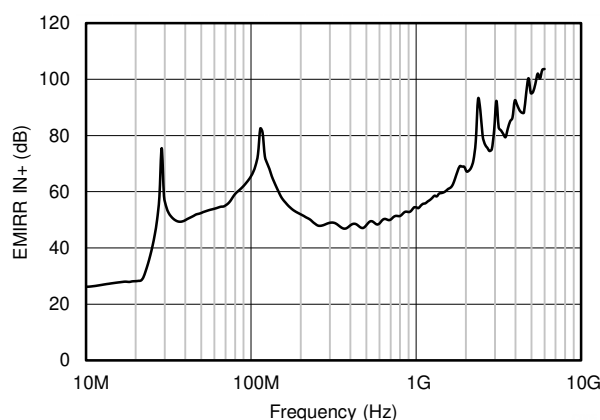

图 8-2. EMIRR 测试
OPAx189 使用集成电磁干扰 (EMI) 滤波来降低干扰源 (如无线通信设备以及混合使用模拟信号链和数字组件的高密度电路板) 产生的 EMI 干扰。利用电路设计技术可以提高 EMI 抗扰度; OPAx189 从这些设计改进中受益。德州仪器 (TI) 已经开发出在 10MHz 至 6GHz 扩展宽频谱范围内准确测量和量化运算放大器抗扰度的功能。图 8-2 显示了对 OPAx189 执行此测试的结果。表 8-1 列出了 OPAx189 在实际应用中常见特定频率下的 EMIRR IN+ 值。表 8-1 中列出的应用可在下图所示的特定频率或其近似频率下运行。有关详细信息也可参阅 运算放大器的 EMI 抑制比应用报告, 可从 www.ti.com 下载此报告。
OPAx189 的 EMIRR +IN 与频率间的关系图如图 8-2 所示。任何双路和四路运算放大器器件版本（如果可用）具有几乎相似的 EMIRR +IN 性能。OPAx189 单位增益带宽为 14MHz。低于该频率的 EMIRR 性能表示存在位于运算放大器带宽内的干扰信号。